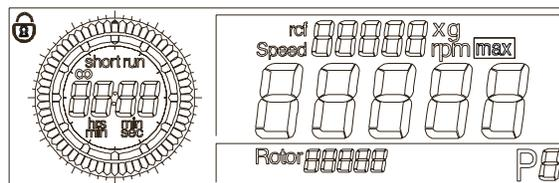

Abb. 5.17: Symbol Vorhängeschloss
- Drehen Sie den linken Drehknopf, bis im Display links oben ein Vorhängeschloss erscheint (siehe Abb. 5.17).
Nach Aktivierung der Funktion blinkt das Vorhängeschloss (Abb. 5.17). Nun können Sie die Zentrifuge zwar noch starten und stoppen, die Einstellungen sind jedoch nicht mehr veränderbar.